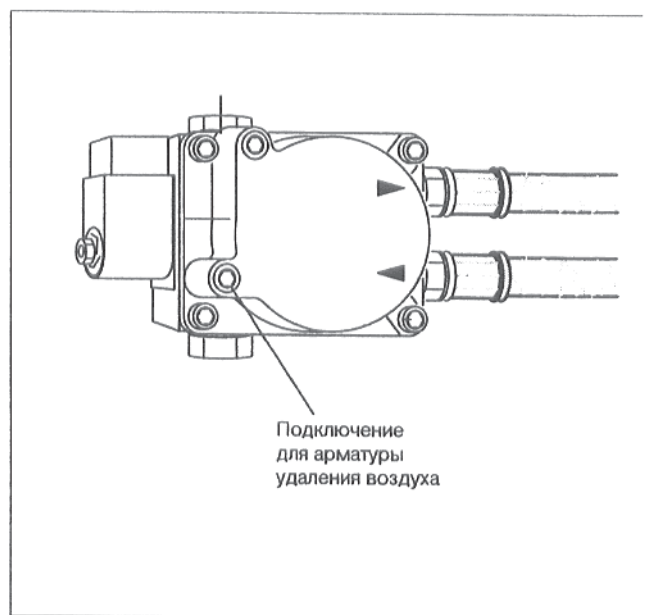

Рис.2: Насос
- Ввинтить арматуру удаления воздуха с привинченным манометром в штуцер подключения манометра насоса (рис.2) и удалить воздух (удаление воздуха **не** разрешается производить при открытом магнитном клапане).